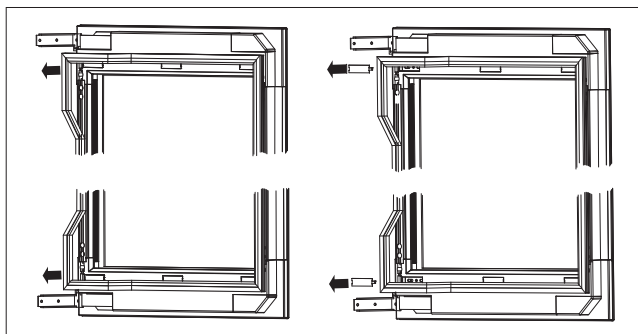

Рис. 1
1. Снимите уплотнитель дверцы и защитные накладки (рис. 1).